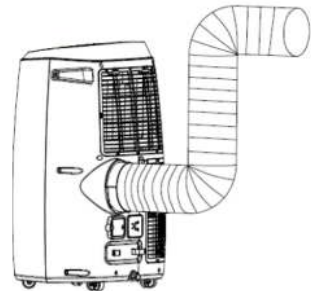

Abb. 6
- Überprüfen Sie stets die korrekte Montage des Abgasschlauchs (Abb. 6)